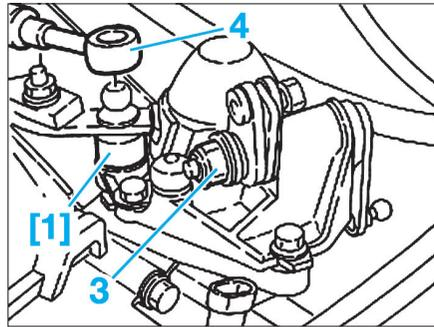

Fig. 12
- [1]. Entretoise (réf. 1 860 974 000) (Fig.12).
- Desserrer l'écrou de réglage (3) sur le mécanisme de commande et d'enclenchement des vitesses (Fig.12).
- Reposer les câbles de sélection des vitesses (4) sans reposer les arrêts de câbles.